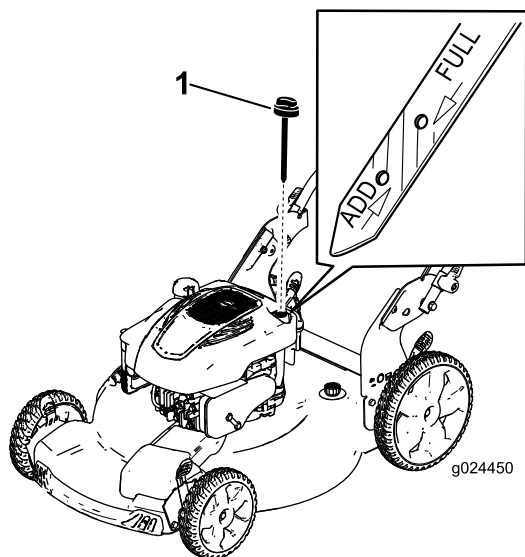

Figure 6
2. Dévissez le bouchon et sortez la jauge (Figure 6).
5. Observez le niveau d'huile indiqué par la jauge (Figure 6).